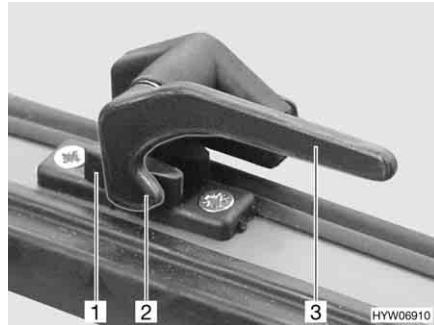

Fig. 81 Leva di serraggio in posizione "Chiuso"
- Ruotare tutte le leve di serraggio (Fig. 81,3) di un quarto di giro verso il centro dell'oblò.
- Ruotare tutte le leve di serraggio (Fig. 81,3) di un quarto di giro verso il telaio. Il nasello di chiusura (Fig. 81,2) si trova sul lato interno del bloccaggio dell'oblò (Fig. 81,1).
- In posizione "Completamente chiusa" (Fig. 81)